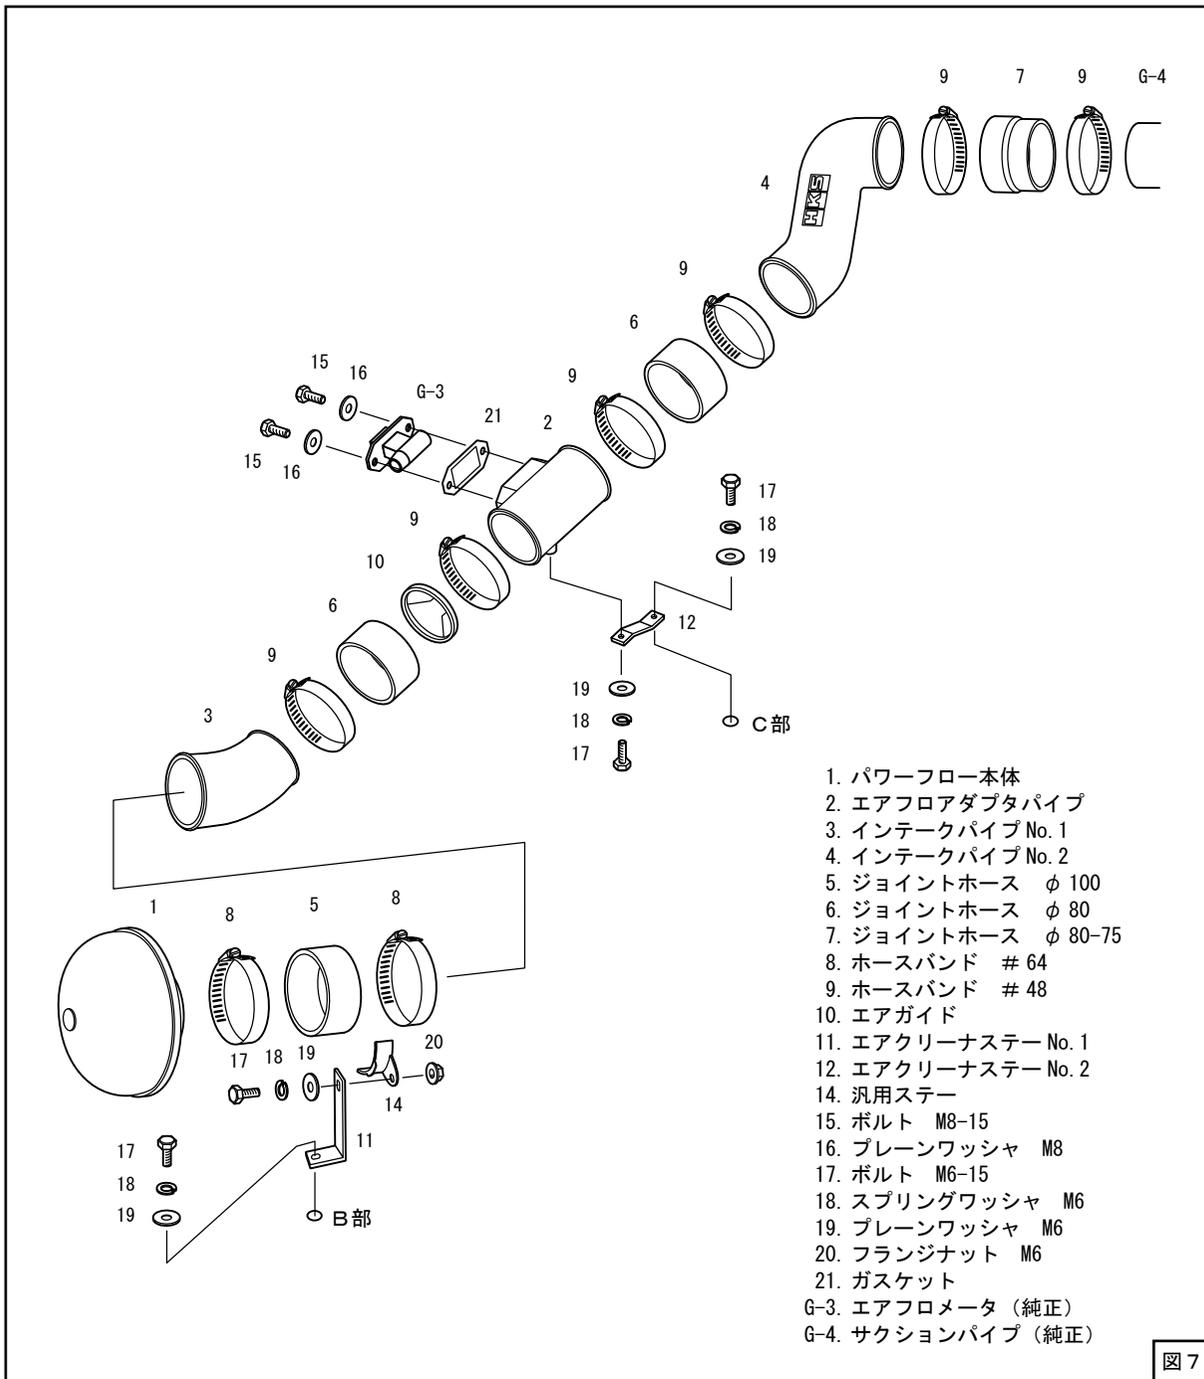
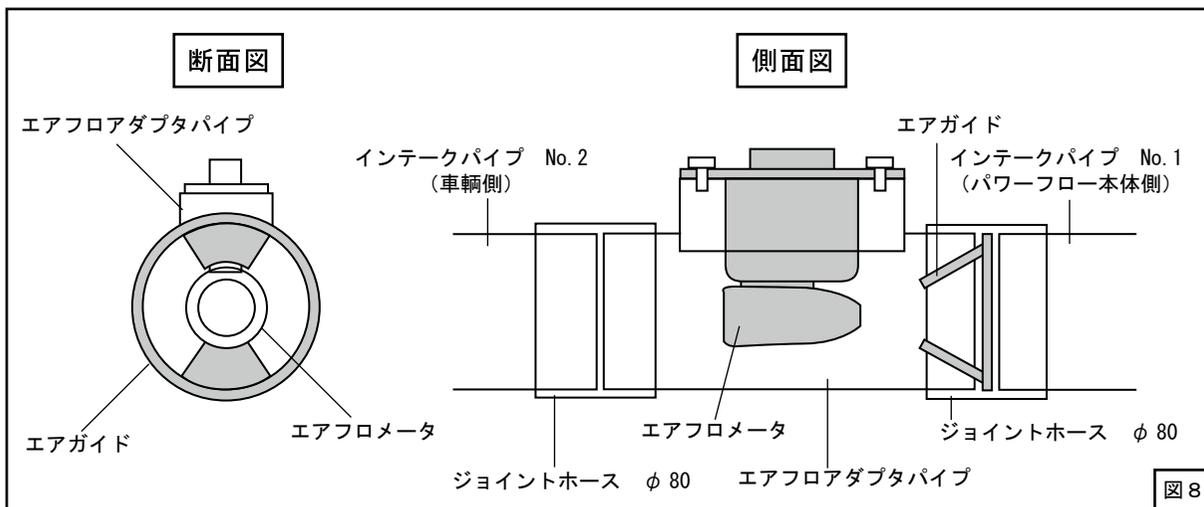

図 7
図8
(4) エアフロアダプタパイプにエアフロメータを取付けてください。エアフロメータを固定する際、ボルト（図7／M8-15）を締めすぎないようにしてください。締めすぎるとエアフロメータが変形又は破損する場合があります。
（締付けトルク：3.0～4.0N・m { 0.3～0.4 kg・m }）（図7）
(5) キットパーツを仮付けしてください。（図7、図8、図9、図10）
(6) エアガイドをインテークパイプ No.1 とエアフロアダプタパイプの間のジョイントホース内に、図8の角度で挟み込んでください。